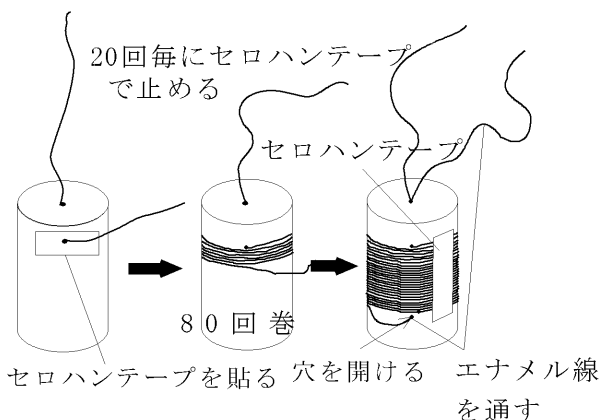

図2 コイルの作成2
- (4) フィルムケースの側面からでたエナメル線を、フィルムケースに貼り付ける。
- (5) エナメル線をフィルムケースに80回巻く。このとき20回おきにばらばらにならないように、セロハンテープで止めていく。
- (6) 80回巻いたら、巻き終わった地点のフィルムケース側面に千枚どおしで穴をあける。
- (7) 巻き終わった線を側面に開けた穴に通し底に開けてある穴から出す（図2）。
- (8) フィルムケースの底から出ているエナメル線の長さを約7cmに切りそろえる。また、紙やすりで、エナメル線両端のエナメルを削ってはがす（約2cm）。